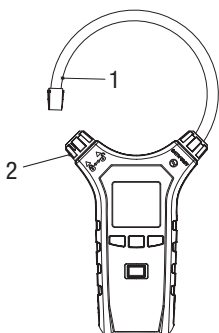

Figura 3
2. Desbloquee la pinza de acuerdo con la figura 3